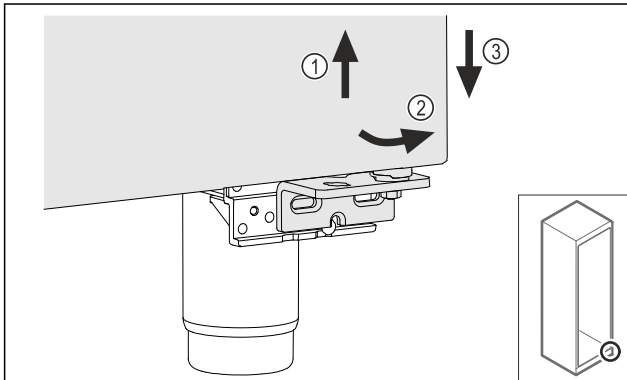

Fig. 26
- ▶ Tür leicht anheben Fig. 26 (1), unten nach vorne kippen Fig. 26 (2) und absenken Fig. 26 (3).